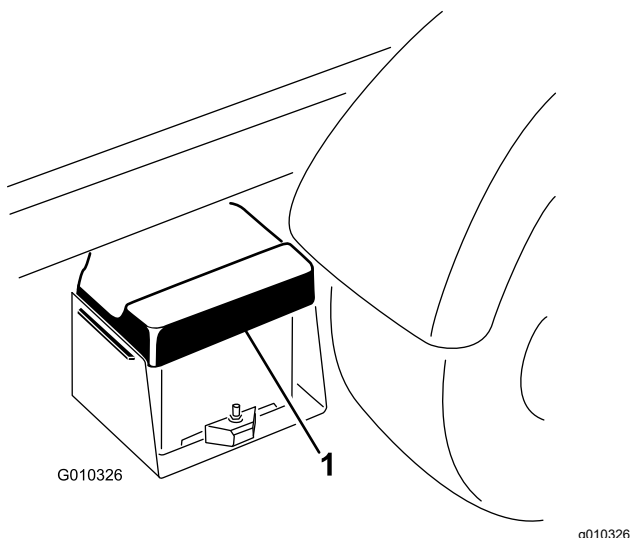

Figure 42
1. Appuyez sur le couvercle de la batterie pour dégager les pattes de la base de la batterie et déposez le couvercle de la base (Figure 42).